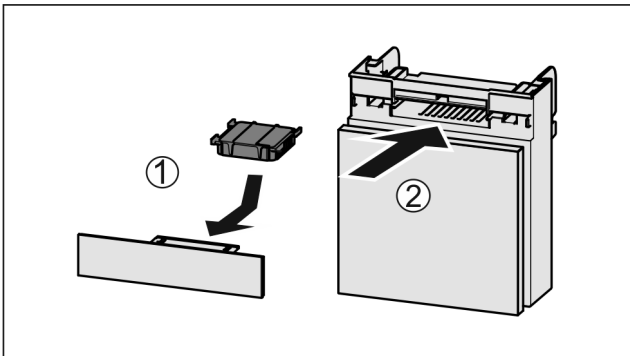

Fig. 66
- ▶ Actiefkoolfilter overeenkomstig afbeelding aanbrengen Fig. 66 (1).
- ▶ Lade erin schuiven Fig. 66 (2).